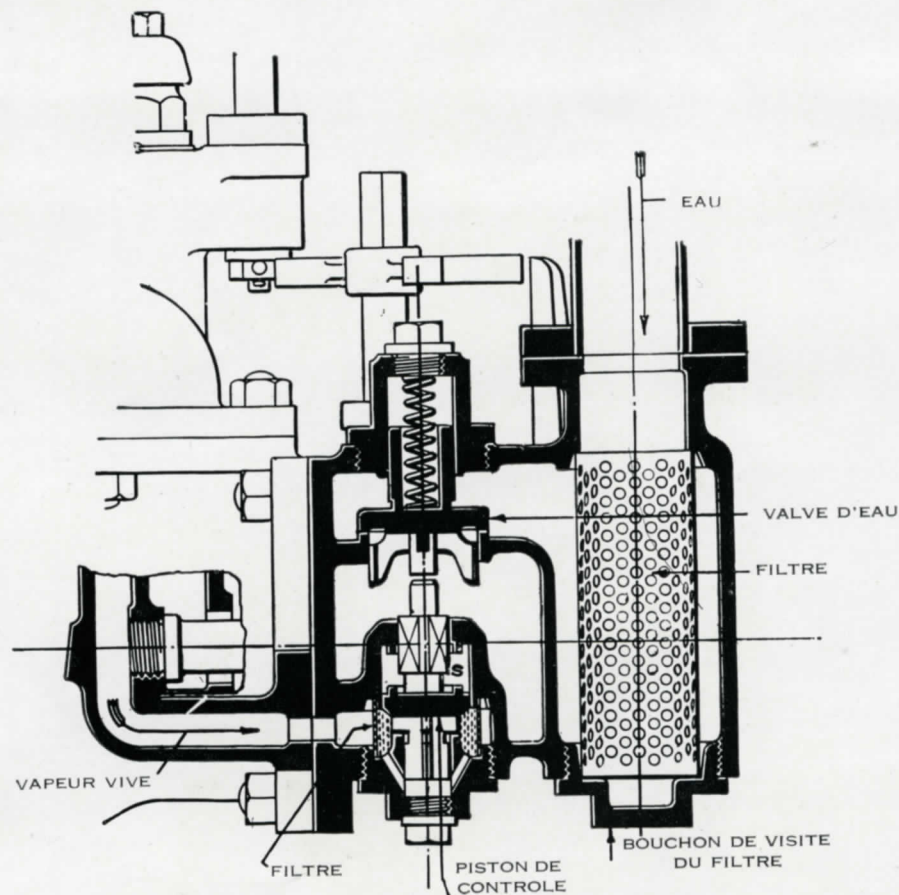

Fig. 5
(2) Une Valve d'Arrivée d'Eau actionnée par la Vapeur (Fig. 5).
La valve d'arrivée d'eau (Fig. 5) est à fermeture automatique ; elle s'ouvre seulement lorsque l'injecteur est mis en marche, évitant ainsi au chauffeur la manoeuvre d'une valve d'eau.